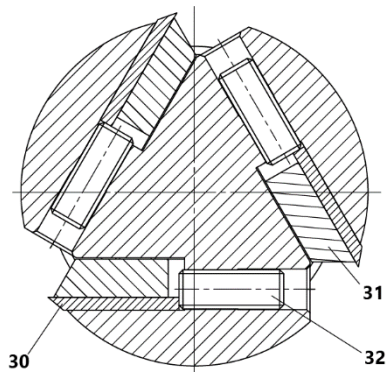
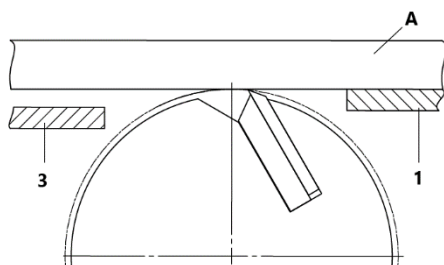

Рисунок 9 Регулировочное устройство
Рисунок 10 Схема проверки ножей
Закручиванием/выкручиванием винтов 32 (рис. 9) шестигранным ключом $s=3$ мм отрегулировать ножи 30 так, чтобы острие ножа слегка касалось проверочной линейки А, установленной на столе приёмном 1 (рис. 10).
- выставьте приёмный стол с помощью ручки 6 так, чтобы при вращении ножевого вала строгальные ножи слегка касались линейки (рис. 10).